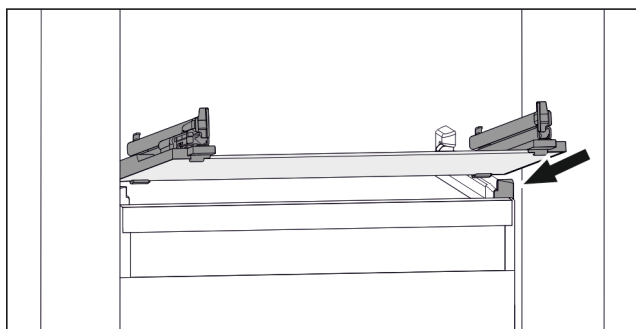

Fig. 89 Príklad zobrazenia sklenenej dosky
- ▶ Nasadte sklenenú dosku šikmo za zarážkami. (pozri Fig. 89)